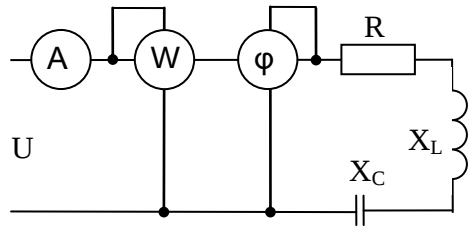

Рис. 7
2. В схеме рис. 7 резонанс напряжений. Как повлияет на показания приборов уменьшение емкости конденсатора? (фазометр – прибор, измеряющий сдвиг по фазе между током и напряжением, то есть угол φ).
3. В схеме рис. 7 $X_L > X_C$. Что произойдет с показаниями приборов при повышении частоты в питающей сети?
4. В схеме рис. 7 $X_C > X_L$. Как повлияет на показания приборов увеличение X_L до величины, равной X_C ?
5. В схеме рис. 7 резонанс напряжений. Частота питающей сети уменьшилась. Как изменились показания приборов?
6. В схеме рис. 7 $U_R = U_L = U_C = 10$ В. Определить напряжение на входе схемы.
7. В схеме рис. 7 $U_R = 3$ В; $U_L = 6$ В; $U_C = 10$ В. Определить напряжение на входе схемы.
8. В схеме рис. 7 $u = 282 \cos(\omega t - 60^\circ)$, $R = 10$ Ом, $X_L = X_C = 20$ Ом. Определить показания приборов. Построить векторную диаграмму.
9. В схеме рис. 7 $U_R = U_L = U_C = 10$ В. Написать комплексное напряжение на емкости, если начальная фаза напряжения сети $\psi_U = -120^\circ$
10. В схеме рис. 7 $u = 141 \sin(2000t + 30^\circ)$ В; $R = 15$ Ом; $L = 2,5$ Гн. При какой величине емкости показание амперметра будет наибольшим?
11. В схеме рис. 7 $X_C = 0$. Определить напряжение на входе схемы, если $R = 30$ Ом; $L = 0,4$ Гн; $i = 2,82 \sin(100t + 90^\circ)$ А
12. В схеме рис. 7 $U = 120$, частота 50 Гц, ток $I = 4$ А, активная мощность $P = 240$ Вт. Определить R , C , если $L = 0,142$ Гн.